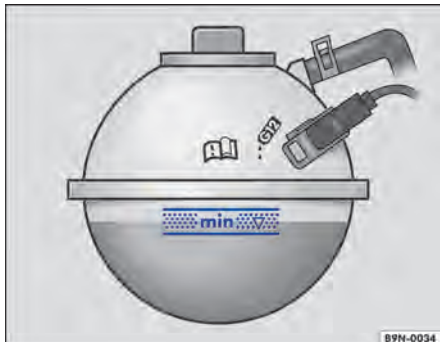

Fig. 199 No compartimento do motor: marcas no reservatório do líquido de arrefecimento do motor.
- Com o motor frio, verificar o nível do líquido de arrefecimento do motor pela marca lateral do reservatório de expansão do líquido de arrefecimento do motor ⇒ Fig. 199. O nível do líquido de arrefecimento do motor deve estar entre as marcas.
- O nível do líquido de arrefecimento do motor deve estar entre as marcas do reservatório do líquido de arrefecimento do motor ⇒ Fig. 199. **Não reabastecer até acima do canto superior da faixa marcada** ⇒ .
- Abastecer com líquido de arrefecimento do motor somente até o canto superior da faixa marcada ⇒ Fig. 199. Caso contrário, ao aquecer-se, o líquido excedente será expulso do sistema de arrefecimento do motor e poderá ocasionar danos.